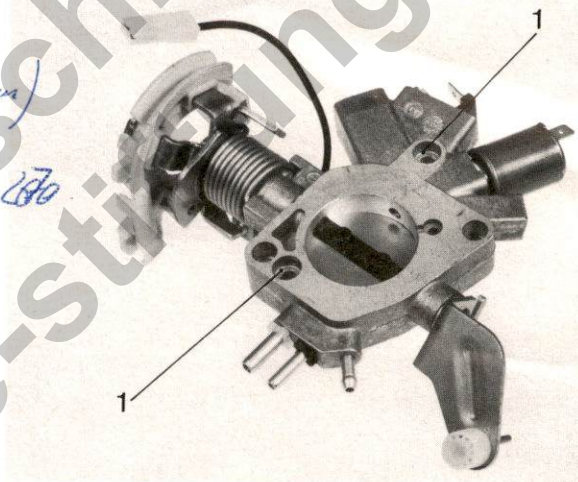

Abb. 21
- Die beiden **Befestigungsschrauben** (**Abb. 21**) lösen und den Flansch abnehmen.